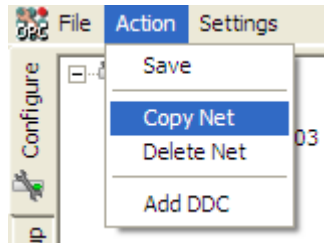

Bild 10 - Kopiera ett nät via Action-menyn.
- 2) Markera aktuellt nät i trädstrukturen och gå in i rullgardinsmenyn Action och välj alternativet "Copy Net", se Bild 10 för förtydligande.